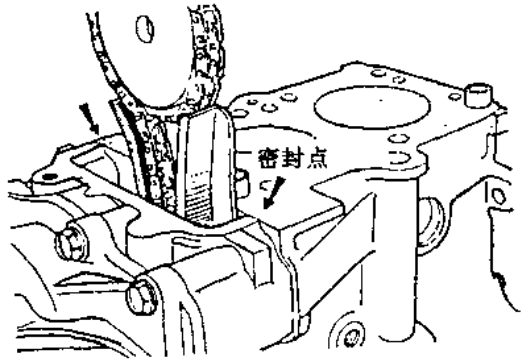
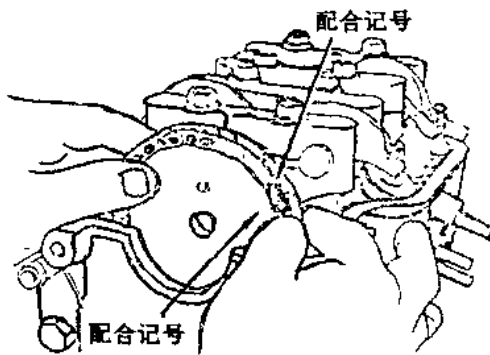

图 1-18
图 1-19
5. 缸盖总成与缸体总成装配时,应按图 1-18 所标注的各密封点涂以密封剂,再放上气缸盖垫和两个定位套。拉链条向上,将凸轮轴链轮装于凸轮轴上,然后暂时上紧链轮固定螺栓,安装时确认凸轮轴前端上的定位销位于图 1-19 所示的位置,链条的配合记号应对正链轮上的记号,安装链轮时应松开链轮室右边的链条张紧器螺塞,最后用 58.8~78.5 牛顿·米 (6~8 公斤·米) 的扭矩,旋紧凸轮轴链轮固定螺栓。